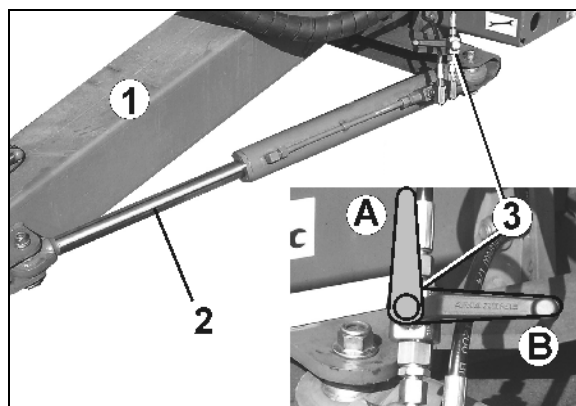

Fig. 112
- **Sporfølgetrekkstang: Steng kranen (Fig. 112/3) på hydraulikksylinderen (posisjon B).**
For å bruke sporfølgestyrestengene må du åpne kuleventilen (Fig. 112/3) på hydraulikksylinderen (posisjon A)!